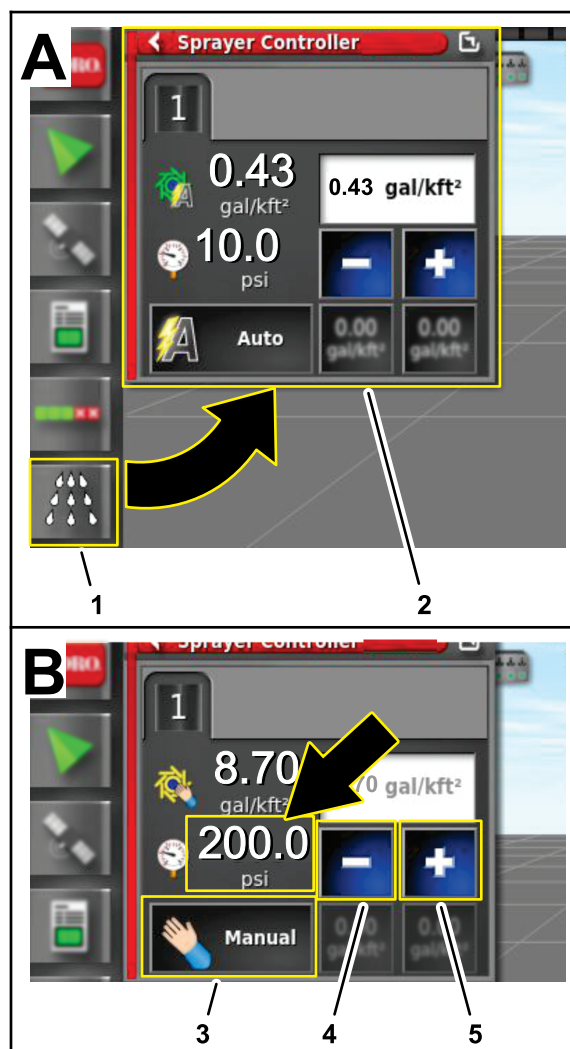

Bild 239
4. Tippen Sie auf der GeoLink-Steuerkonsole das Symbol SPRÜHMENGENSTEUERUNG (Bild 239).
5. Tippen Sie im Dialogfenster Sprühmengensteuerung auf das SPRÜHMENGENMODUS-Symbol, bis der manuelle Modus angezeigt wird (Bild 239).
6. Stellen Sie den Druck des Sprühsystems (Bild 239) mit den +/--Tasten auf 13,75 bar ein.